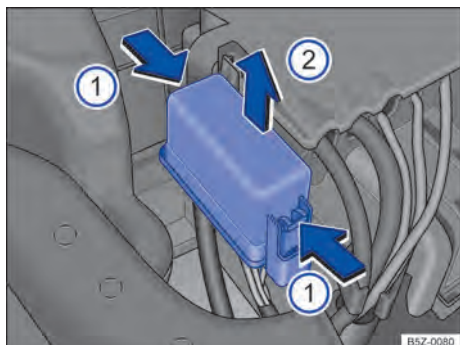

Fig. 160 No compartimento do motor: retirar cobertura da caixa de fusíveis.
- Pressionar as travas no sentido da seta ① para destravar a cobertura da caixa de fusíveis → Fig. 160.
- Remover a cobertura por cima ②.
- Para a **instalação**, colocar a cobertura sobre a caixa de fusíveis. Pressionar a cobertura para baixo, no sentido contrário ao da seta ②, até que trave de forma audível.